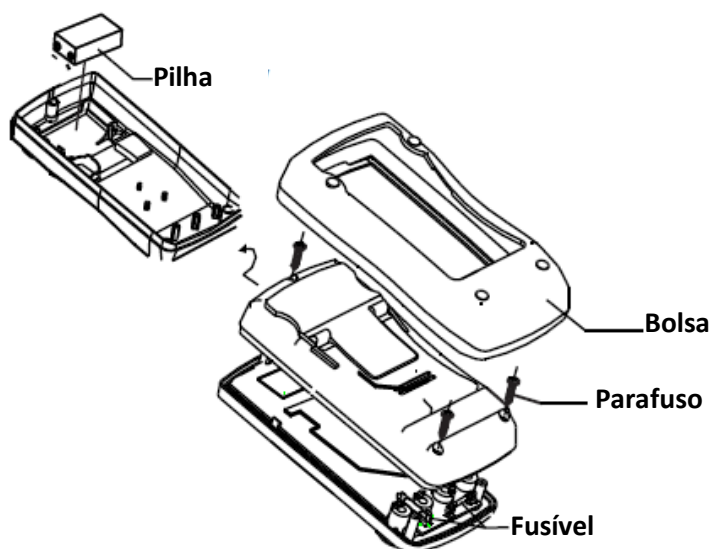

Figura 10
B. Troca de Fusíveis (ver figura 10)